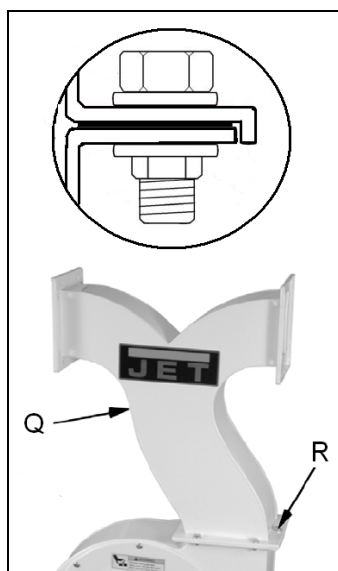

Fig 4
Monter le coude progressif d'assemblage (Q, Fig 4) avec six vis hexagonales, des rondelles et des écrous (R).